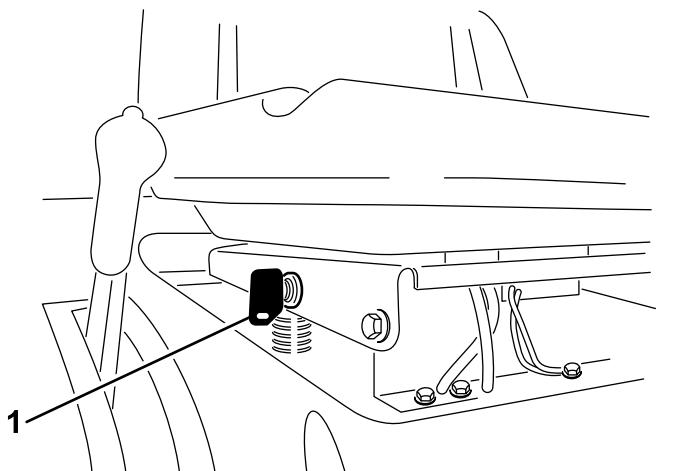

Figura 12
Se precisar de utilizar as lâminas (TDF) enquanto estiver a recuar, desligue a funcionalidade de segurança utilizando o interruptor KeyChoice que se encontra perto do suporte do banco (Figura 12).
2. Insira a chave no interruptor KeyChoice (Figura 12).